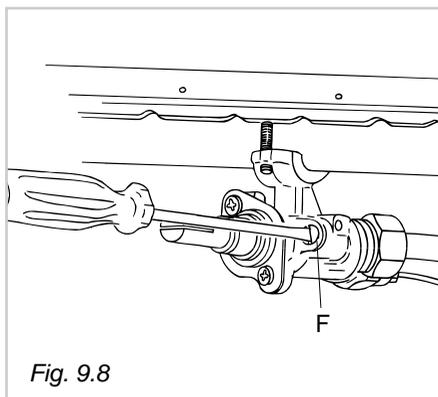

Fig. 9.8
In alcuni modelli di cucina i rubinetti del piano di lavoro sono dotati valvolatura di sicurezza; in questi rubinetti la vite di regolazione del minimo è situata all'esterno del rubinetto (Fig. 9.8).
- Togliere la manopola ed agire sulla vite F (fig. 9.8) fino ad ottenere la fiamma desiderata.